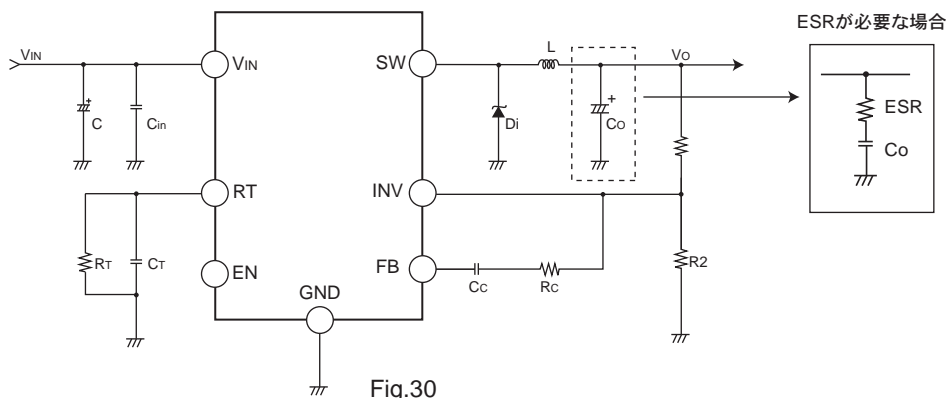

Fig.30
3.出力コンデンサ(Co)の選択 出力コンデンサは必要である出力リップル電圧ΔVo(p-p)により 決定します。次式により必要なESR値を求め、容量を選択して ください。セラミックコンデンサ等、ESRの小さいコンデンサを 使用する場合、コンデンサと直列にESRを追加する必要があります。 (Fig.30 使用上の注意11参照) ΔIL=(Vin-Vo)×Vo/(L×f×Vin) ΔVpp=ΔIL×ESR+(ΔIL×Vo)/(2×Co×f×Vin) コンデンサの定格電圧は出力電圧に対し充分にマージンをもって設定 してください。また、最大許容リップル電流はΔILに対し充分にマージン をもって設定してください。また、出力立ち上がり時間はソフトスタート 時間より短い必要があります。出力コンデンサは次式より求める値より 小さい値にしてください。 CMax= 3.5m×(ILimit-Io(Max)) / Vo ILimit:2A(BD9778F/HFP, BD9001F)、4A(BD9781HFP) 容量値が最適でないと、起動不良などが発生する可能性があります。 (※3.5mはソフトスタートmin時間です。)	Vin=13.2V、Vo=5V、L=100μH、f=100kHz ΔIL=(13.2-5)×5/(100×10 ⁻⁶ ×100×10 ³ ×13.2) ≒0.31 ΔIL=0.31A ILimit:2A、Io(Max)=1A、Vo=5Vの場合、 CMax=3.5m×(2-1)/5 =700μ CMax=700μF